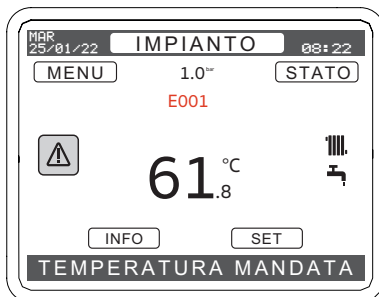

Figura 3.13
- Premere il tasto  o  per selezionare il simbolo  Figura 3.13.